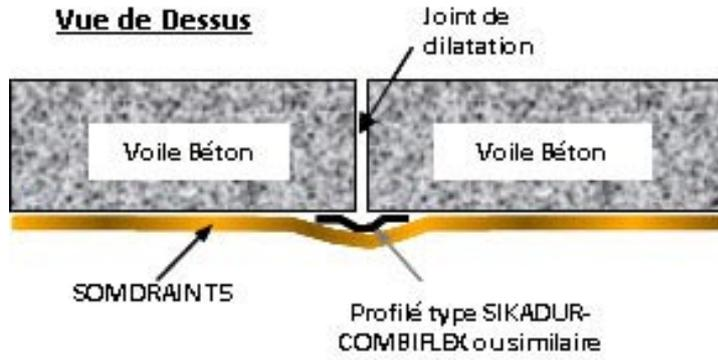

Figure 8 - Traitement des joints de dilatation
- Ne pas encoller sur environ 10 cm de part et d'autre du joint pour laisser la membrane libre et prévoir une lyre au droit du joint, conformément à la figure 8.